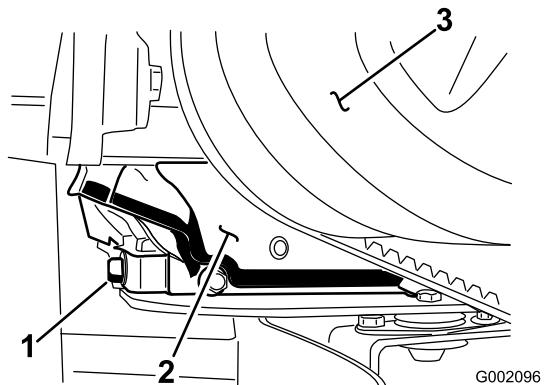

Figura 27
5. Retire o tampão de escoamento (Figura 27) e deixe o óleo escorrer para um recipiente adequado. Quando todo o óleo tiver totalmente escorrido, coloque o tampão de escoamento e aperte-o com uma força de 17,6 Nm.